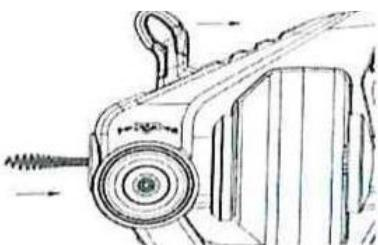

Рисунок 6
- 2) Легко нажмите на переключатель скорости, потяните рукоятку назад в положение R, гибкий валйдет назад (рис. 6).